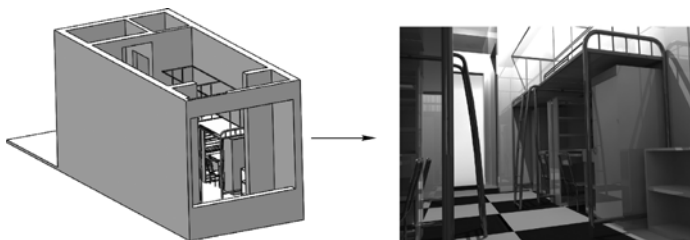
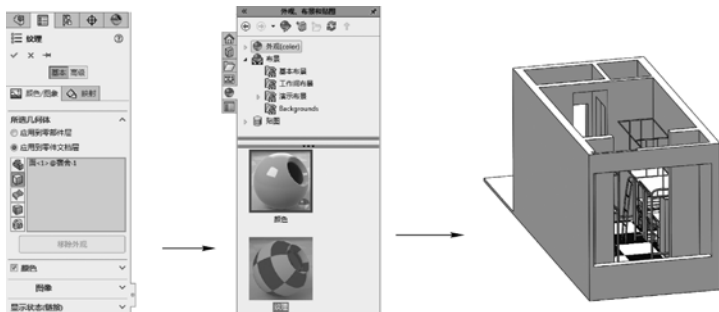

图 4-20 零件模型及拍照后效果
图 4-21 为地板设置外观纹理
本实例所使用的模型文件和拍照后的效果，如图 4-20 所示。在操作过程中，主要涉及相机的定位，视图切换和灯光的添加等，具体操作如下。
STEP 1 打开本书提供的素材文件“装配.SLDASM”，如图 4-20 左图所示，单击“渲染工具”工具栏中的“编辑外观”按钮，选择宿舍地面为其设置外观纹理，如图 4-21 所示。
STEP 4 完成相机的添加后，右击添加的“相机”项，选择“相机视图”菜单命令，将当前操作界面切换到相机视图窗口，然后单击“渲染工具”工具栏中的“最终渲染”按钮，即可得到相机视图的渲染效果，如图 4-20 右图所示。